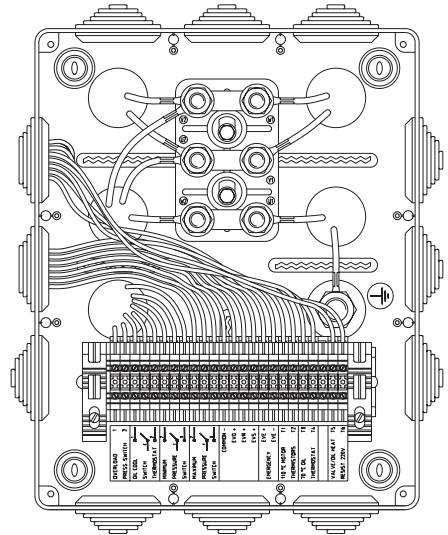

Fig. 14 Caja de conexiones para centralita cableada
- La caja de la centralita con cableado (opcional) comprende (Fig. 14):